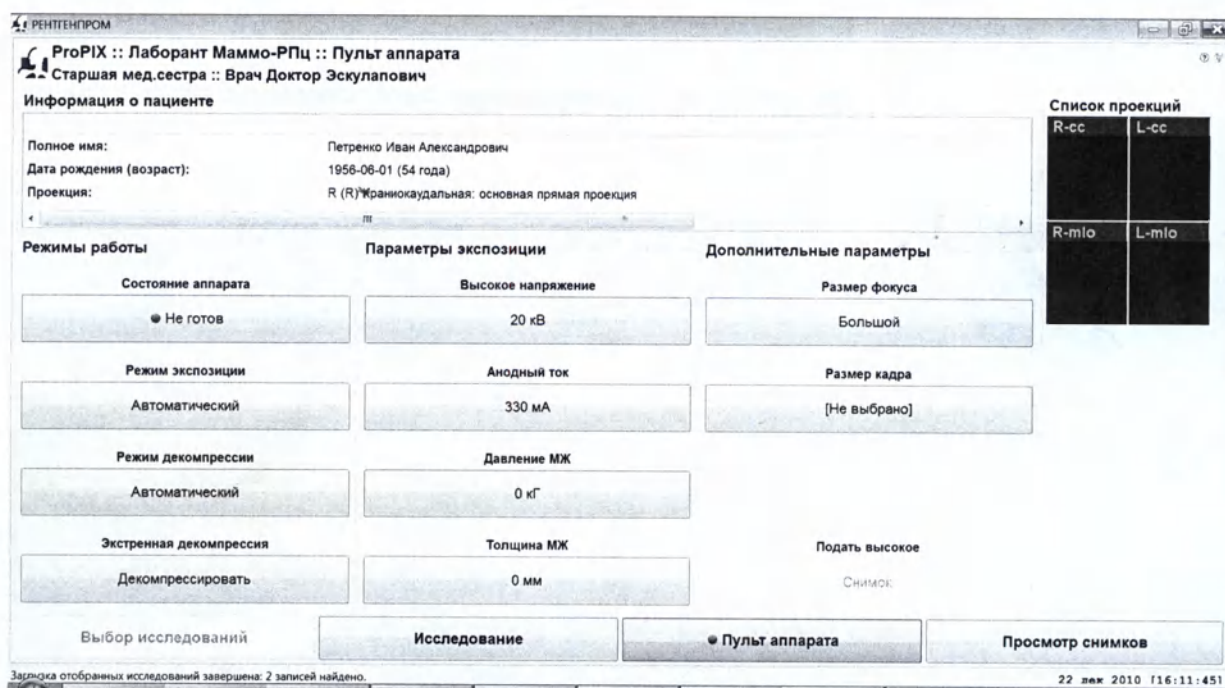

Рисунок 12 – Пульт управления «Лаборант Маммо-РПЦ»
**4.1.5.1.** Моторизованное усилие сжатия молочной железы регулируется ножными педалями (рис.7), которые расположены на полу с левой и правой сторон маммографа, компрессия вручную – ручками механического управления (рис.1.1). С пульта управления может быть задана автоматическая декомпрессия по окончании экспозиции (рис.12).
Процесс задания величины компрессии и метод декомпрессии описан в соответствующих разделах «ПМ Лаборант» РП (рис.12 и «ПМ Лаборант.РП»).
**4.3.** Управление маммографом осуществляется с АРМ 1, выполняющего роль пульта управления маммографа (рис.12).
ПО Маммо-РПЦ позволяет выбрать нужную проекцию (рис.12) и занести на снимок вид проекции ( R-cc и L-cc –прямая проекция правой и левой МЖ соответственно, R-mlo и L-mlo – косая боковая проекция правой и левой МЖ соответственно, R-ml и L-ml боковая проекция правой и левой МЖ соответственно).